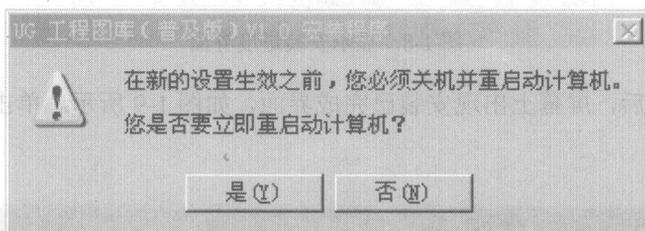

图 1-11 重启计算机提示界面
(10) 最后，安装程序提示您需重新启动计算机，如图 1-11 所示。要使“UG 工程图库（普及版）V1.0”正常运行，则必须要重新启动计算机。